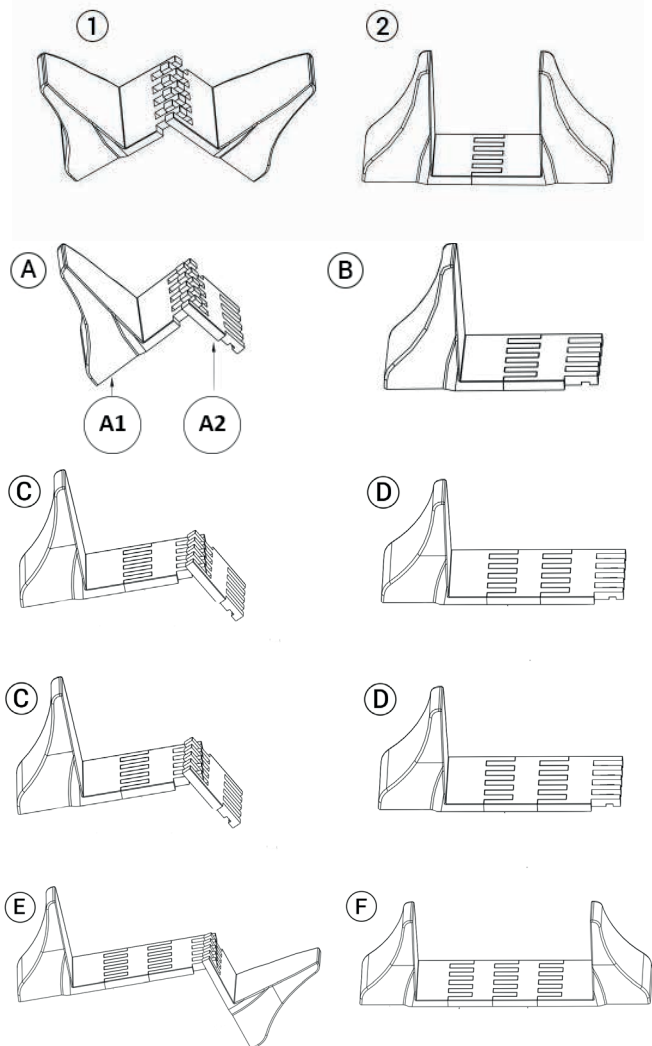

Figure 14 : Base en plastique
1. croisez deux éléments de base comme l'indique la Figure 14